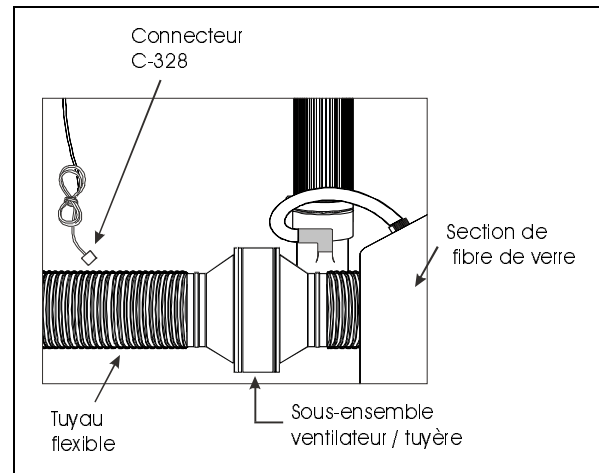

FIGURE 3 : MISE EN PLACE DU VENTILATEUR
3. Insérer chacune des extrémités du tuyau flexible de chaque côté du sous-ensemble formé par le ventilateur et sa tuyère (voir figure 3).